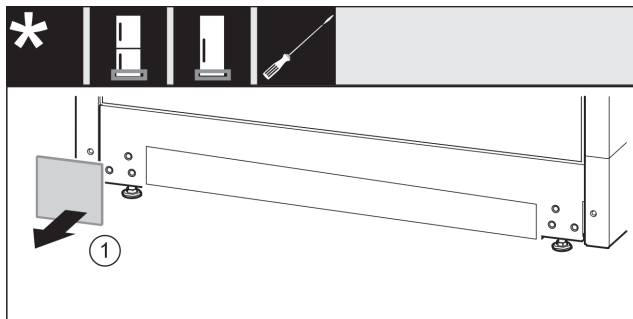

Fig. 29
- ▶ Abdeckung Fig. 29 (1) abnehmen.